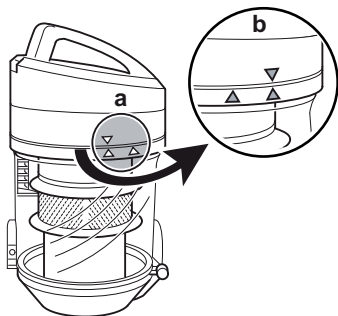

Abb. 24
3. Halten Sie den Staubbehälter mit einer Hand fest und entriegeln Sie die Zykloneneinheit mit der anderen Hand, indem Sie sie am Griff gegen den Uhrzeigersinn drehen (Abb. 24/Pfeil). Die Aufsetzmarkierung wandert wie abgebildet (Abb. 24/a→b).